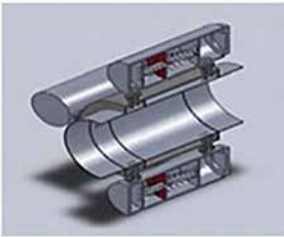

Рисунок 2 – Камерное исполнение
- камерные (диаметры присоединяемых трубопроводов >100 мм) (рис. 2).